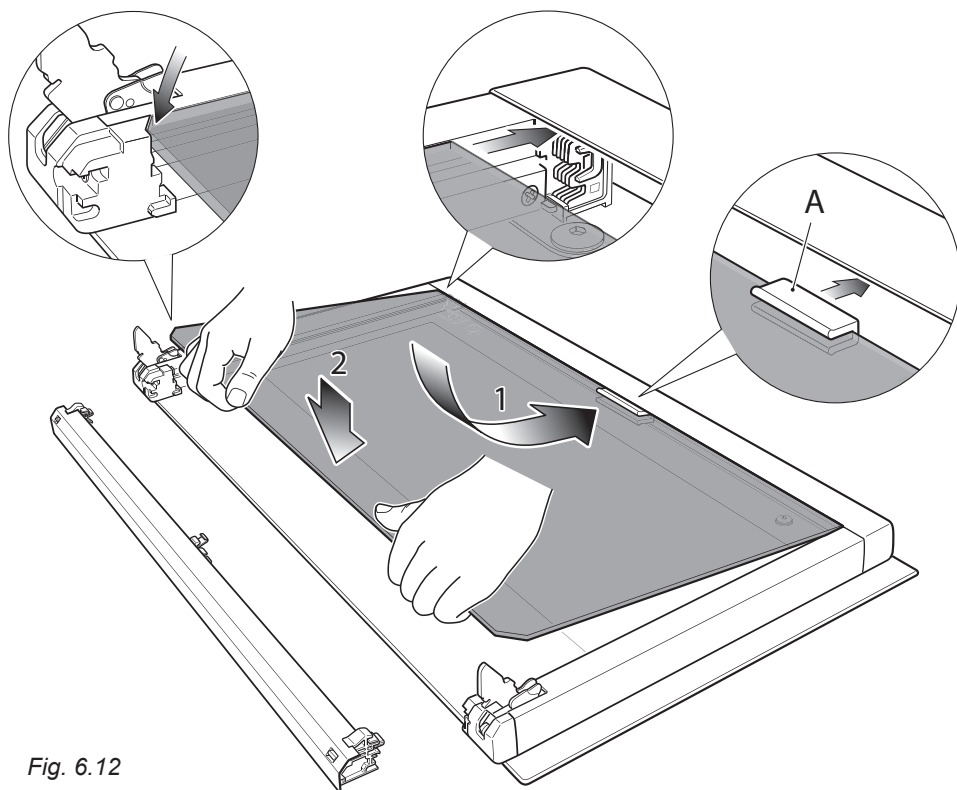

Fig. 6.12
1. Plasser glasset i henhold til Fig. 6.12. Glasset skal vende som vist nedenfor, ellers passer det ikke i beslaget. Merk: Benytt aldri ovnen uten det innerste glasset.
5. Kontroller, at tetningslisten "A" (Fig. 6.12) sitter korrekt. Hvis det ikke er plassert korrekt, skal den centrerres nederst på glasset.
6. Sett i glasset i de øverste hakk og skyv det forsiktig inn iht. pil 1 på Fig. 6.12.
7. Forsiktig senkes glasset, som vist på pil 2 på Fig. 6.12.